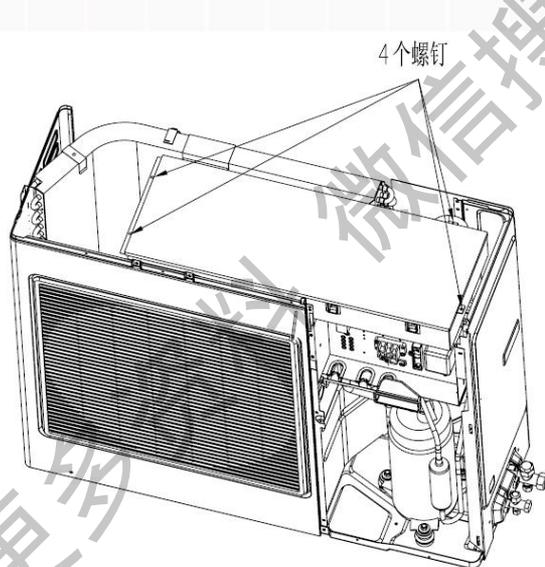

图2
- 二、拆除电器盒盖（图2）
2、维修时，在电源模块PN间（P、N位置见“图2 模块组件接线图”）电压小于36V前，不能触摸任何端子，以免电击。